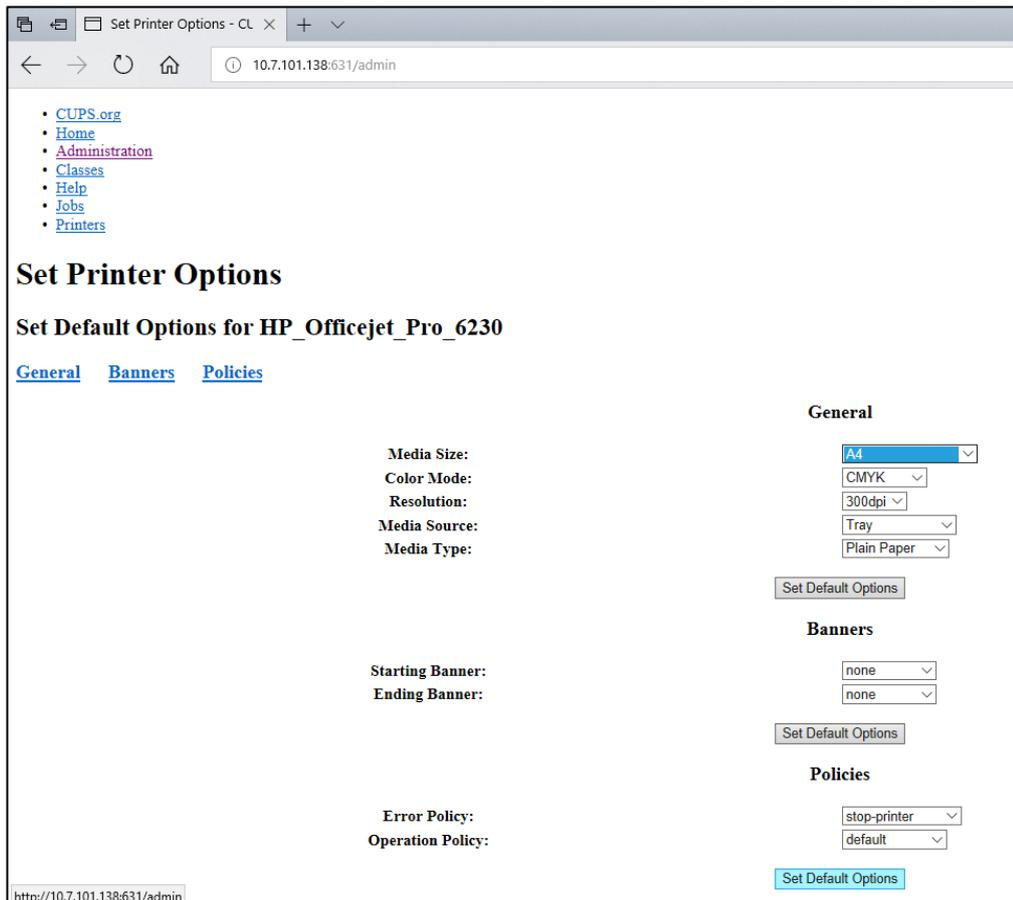

Figure 103. Sélection de la taille correcte du support.
7. Sélectionnez la Media Size (Taille de support) correcte (tel que « A4 »), car certaines imprimantes n'imprimeront pas si le format du papier est incorrect. Ensuite, enregistrez la sélection en appuyant sur **Set Default Options** (Définir les options par défaut) (Figure 103, page suivante).